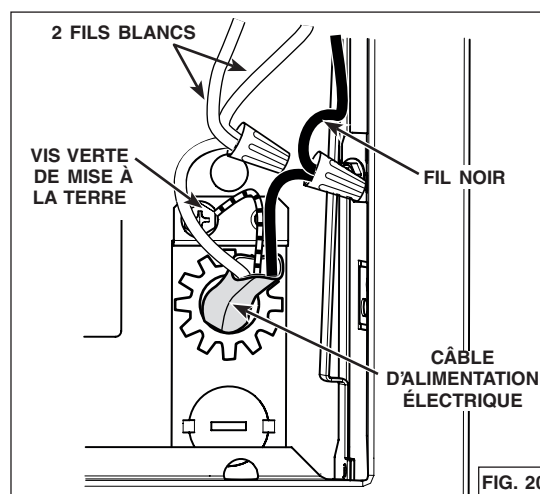

FIG. 20
1. À l'aide de capuchons de connexion appropriés (non inclus), connecter les fils du câble d'alimentation électrique aux fils de la hotte comme suit : le fil NOIR au fil NOIR, le fil BLANC aux deux fils BLANCS et le fil VERT ou dénudé à la vis VERTE de mise à la terre (FIG. 20).